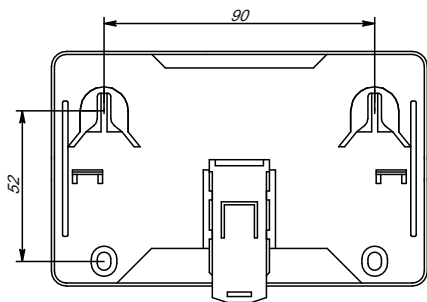

Рисунок 3
– в месте установки МС просверлить два верхних отверстия под дюбели с шурупами диаметром 4 мм согласно установочным размерам (рисунок 3);